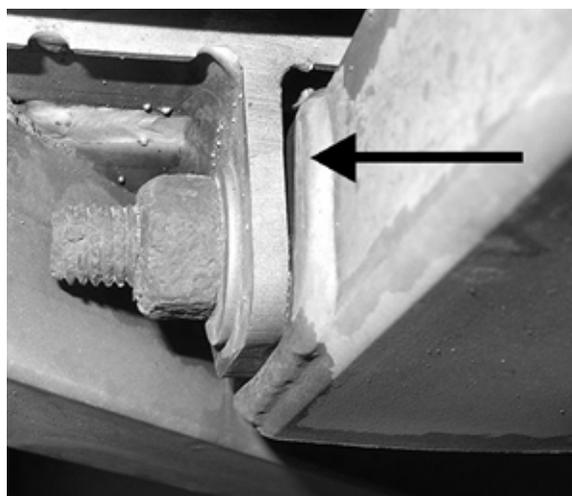

FIGURA 25: HUECO VISIBLE EN UNIÓN DE TORNILLO TRANSVERSAL
5. En uniones de tornillo transversales (Figura 25) cualquier hueco visible entre la tubería del soporte de la cuna y las uñas de montaje del bastidor del vehículo es inaceptable.